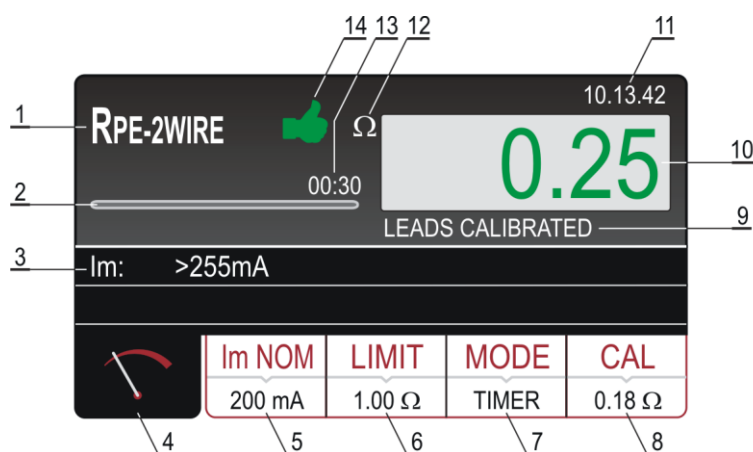

Fig. 28: Risultato misura test continuità RPE-2WIRE
10. Premere il tasto **START/STOP** per eseguire la misura. Il risultato del test è mostrato a display (vedere Fig. 28)